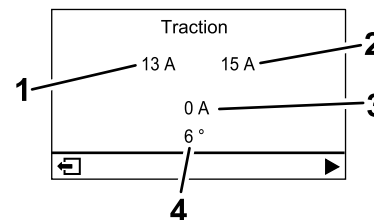

Bild 27
- **Fahrmotorbildschirm (Bild 27):** Zeigt den aktuellen Lenkwinkel und den Amperewert für jeden Fahrmotor an.